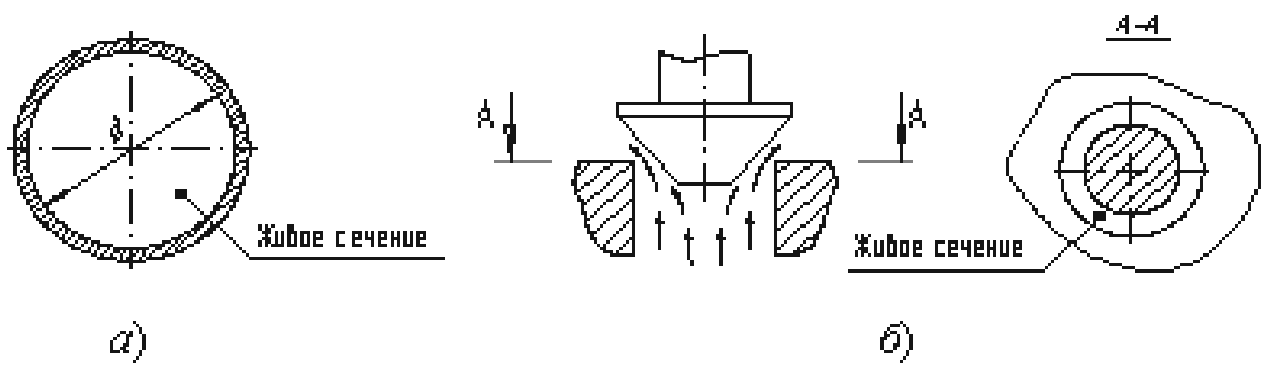

Рис. 3.1. Живые сечения: а - трубы, б - клапана
**Живым сечением**  $\omega$  ( $m^2$ ) называют площадь поперечного сечения потока, перпендикулярную к направлению течения. Например, живое сечение трубы - круг (рис.3.1, б); живое сечение клапана - кольцо с изменяющимся внутренним диаметром (рис.3.1, б).